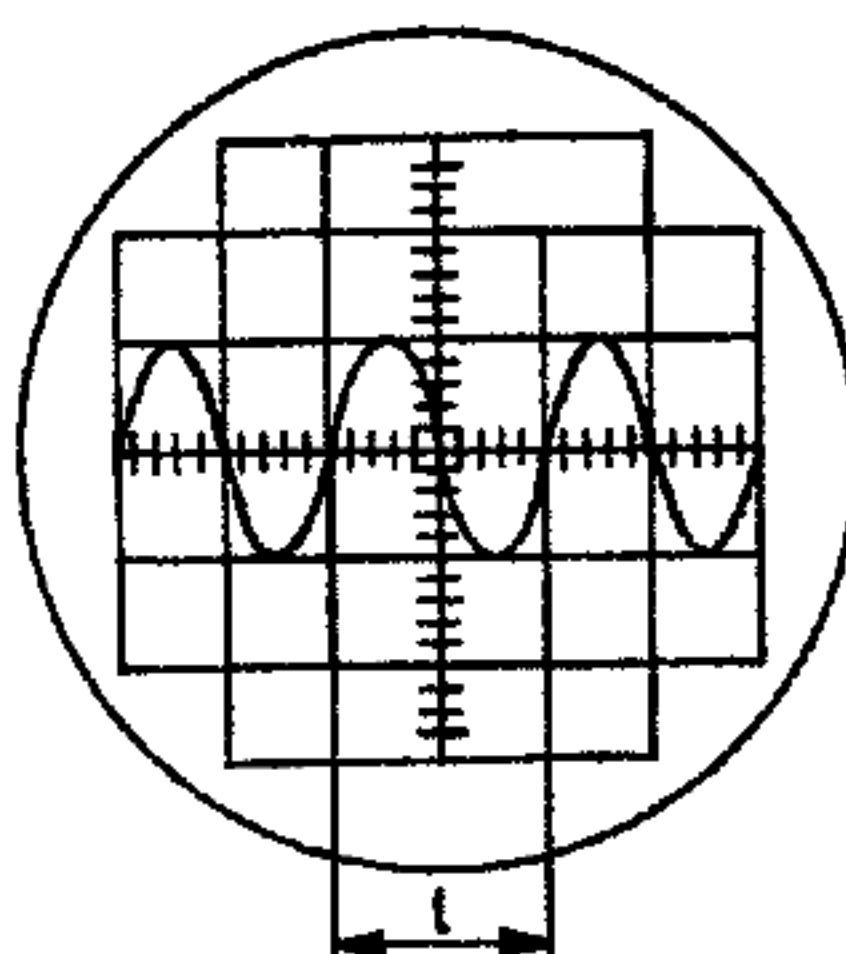

Fig. 8. Bepaling van de periodetijd
- Meet de breedte van een periode (1 in fig. 8), b.v. 2 cm.